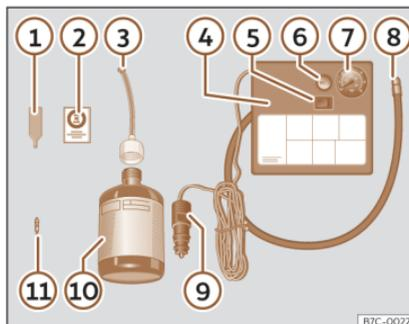

Fig. 170 Representación estándar: contenido del kit antipinchazos.
El kit antipinchazos se encuentra en el compartimento del maletero bajo el revestimiento del suelo. Incluye los siguientes componentes»» fig. 170 :
- Desenrosque la caperuzas y el obús de la válvula del neumático. Utilice el aparato »» fig. 170 1 para extraer el obús. Colóquelo en una superficie limpia.
- Agite con fuerza la botella de sellante de neumáticos»» fig. 170 10.
- Enrosque el tubo de inflado»» fig. 170 3 en la botella de sellante. El precinto de la botella se romperá automáticamente.
- Retire el tapón del tubo de llenado >>> **fig. 170 ③** y enrosque el extremo abierto del tubo en la válvula del neumático.
- Vuelva a colocar el obús con el aparato >>> **fig. 170 ①** en la válvula del neumático.
- Enrosque el tubo de inflado del neumático del compresor >>> **fig. 170 ⑧** en la válvula del neumático.
- Compruebe que el tornillo de evacuación de aire está cerrado >>> **fig. 170 ⑥**.
- Acople el conector >>> **fig. 170 ⑨** a toma de corriente de 12 voltios del vehículo >>> pág. 202.
- Conecte el compresor de aire con conmutador ON/OFF >>> **fig. 170 ⑤**.
- Pegue el adhesivo >>> **fig. 170 ②** en el cuadro de instrumentos, dentro del campo visual del conductor.
Vuelva a enroskar el tubo de inflado >>> **fig. 170 ⑤** y compruebe la presión en el manómetro **⑥**.